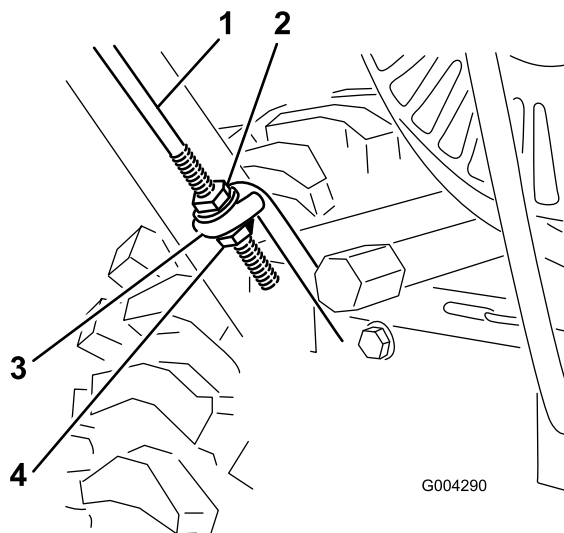

Figure 4
3. Vissez un écrou à embase (pas le contre-écrou à embase), embase en bas, sur la tige de commande de déplacement fixée au côté gauche du guidon (Figure 4).
4. Placez le côté gauche du guidon en appui contre le côté de la déneigeuse et insérez le bout de la tige de déplacement dans la boucle (Figure 4).
1. Vissez le contre-écrou à embase (embase en haut) sur le bas de la tige de commande de déplacement, sous la boucle (Figure 4).